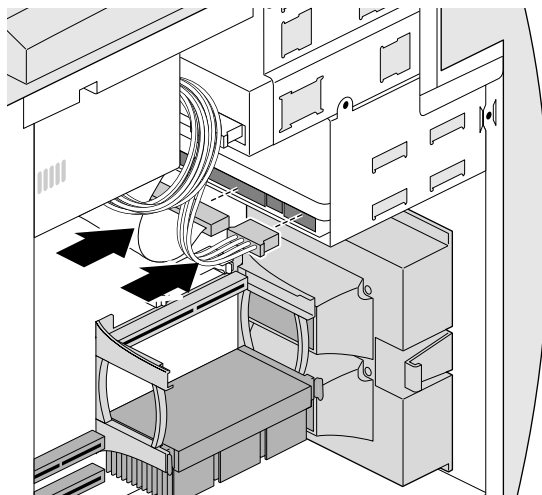

图 4-19 将电缆连至内部硬盘驱动器
9. 如果已经安装了驱动器，则将电源电缆和带状电缆连接到该驱动器的后部。具体如图 4-19 所示。